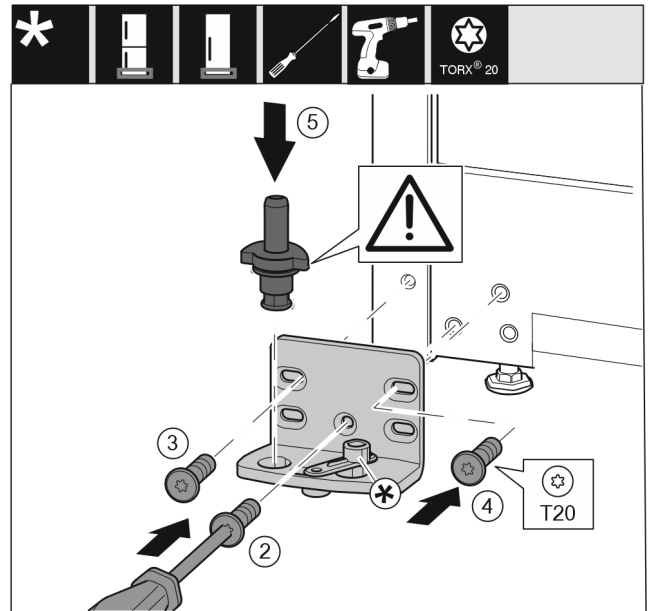

Fig. 25
- ▶ Sätt in lagerbocken på den andra sidan och skruva fast med hjälp av en skruvmejsel T20. Börja med skruv 2 nedan i mitten. Fig. 25 (2)
- ▶ Dra åt skruv 3 och 4. Fig. 25 (3,4)
- ▶ Sätt in lagerbulten helt. Se till att låskammen riktas bakåt. Fig. 25 (5)